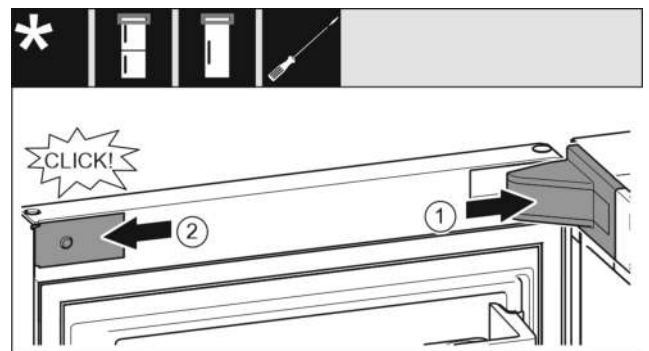

Fig. 21
▶ Lagerbockabdeckung Fig. 21 (1) aufsetzen und einrasten, ggf. vorsichtig auseinanderdrücken.
▶ Blende Fig. 21 (2) seitlich ansetzen und einrasten.